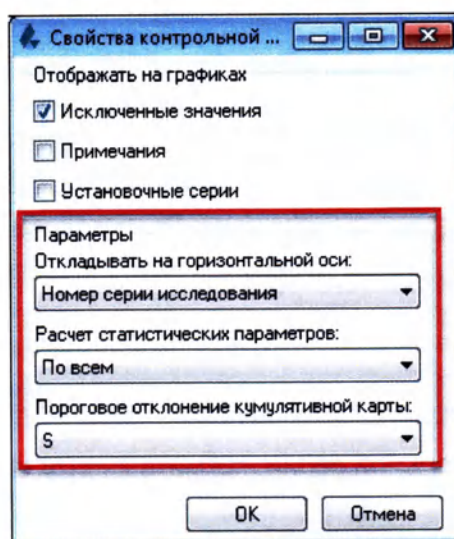

Рисунок 12.65
3. Чтобы настроить параметры горизонтальной оси, расчет статистических параметров и пороговое отклонение кумулятивной карты, используйте выпадающие списки, обозначенные на рисунке ниже (Рисунок 12.65):